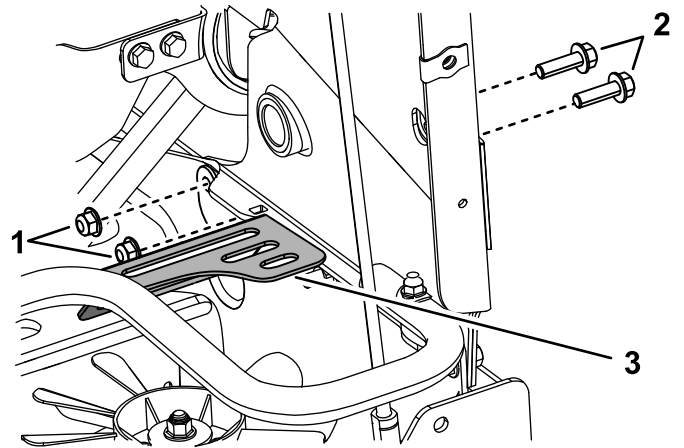

Figure 4
2. Retirez et conservez les 2 boulons, les 2 écrous et la protection droite du ventilateur (Figure 4).